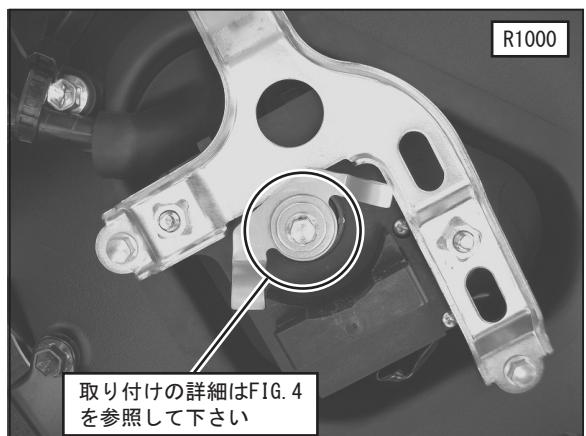

FIG. 2
- ②アルミカラー12-20-7、③SUSワッシャM12、④SUSワッシャM5、STDボルトを使用して、①排気バタフライキャンセルステーをモーターユニットに取り付け、規定トルクで締め付けて下さい。(FIG. 2, 3, 4 参照)
**△注意** ※①排気バタフライキャンセルステーを留める際は、必ず①排気バタフライキャンセルステーが回らないように注意して下さい。
①排気バタフライキャンセルステーが回転してしまうと、最悪の場合モーターユニットを破損する恐れがあります。